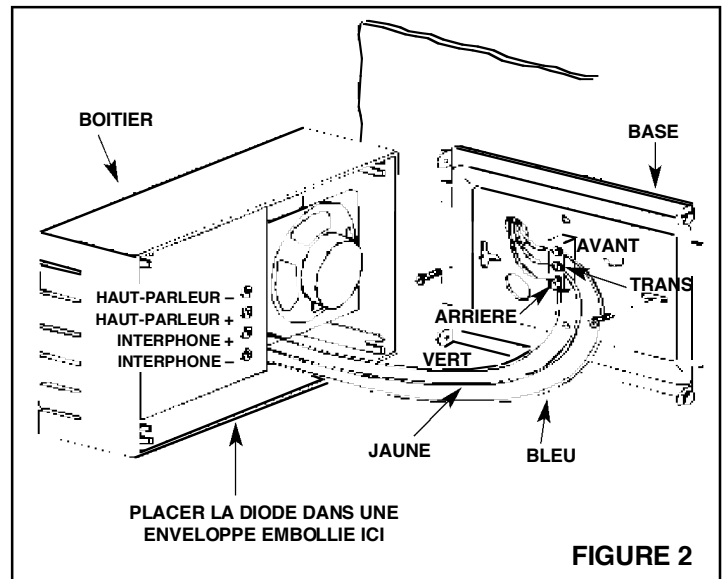

FIGURE 2
- Voir Figure 2.** Décider si vous voulez que le LA-52 soit suspendu verticalement ou horizontalement. Tirer les fils restants par un des grands trous dans la plaque de base qui donne le meilleur camouflage de la cavité murale.
- Voir Figure 2.** Passer les fils à travers un des larges trous situés dans la plaque de base du LA-52. Fixer la plaque de base sur le mur avec des vis. Si elle est montée verticalement, utiliser les deux trous rainures en T en les positionnant au sommet.